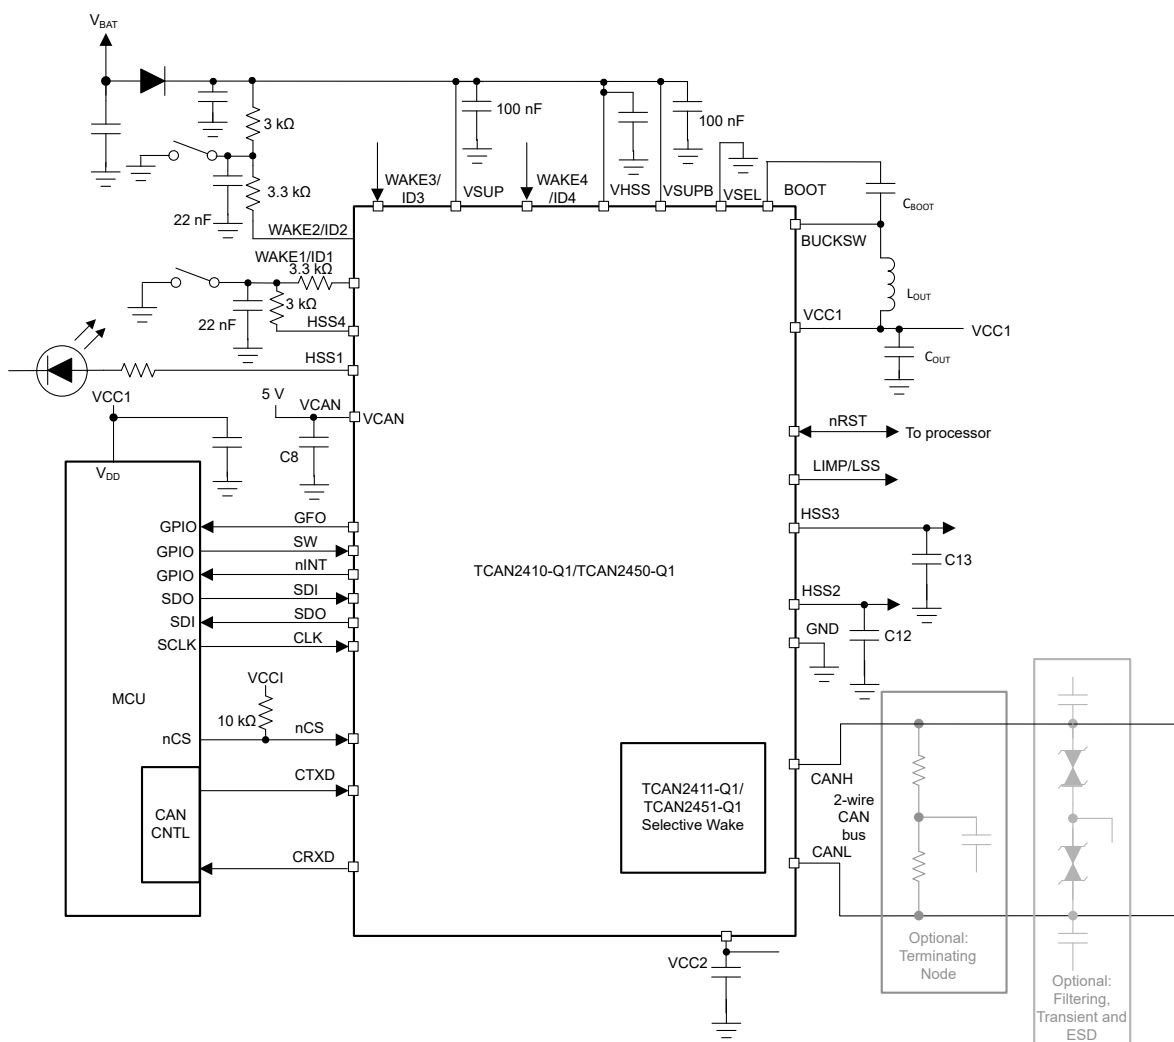

図 8-22. サイクリックセンシング構成のアプリケーション
- 図 8-22 に示すように、目的の WAKE ピンを HSS4 に接続します